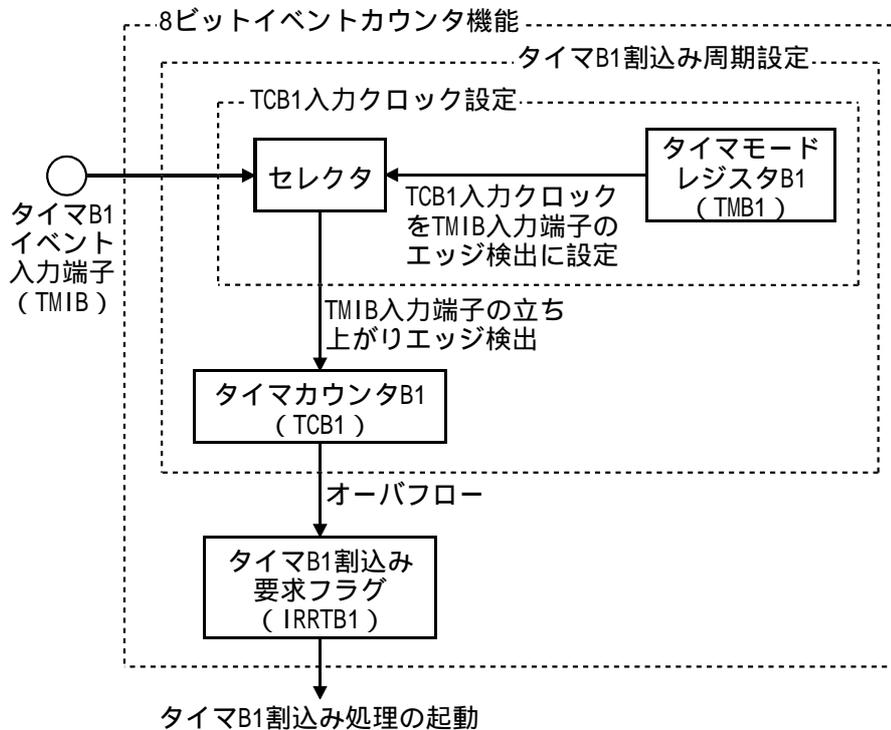

図1 タイマB1イベントカウンタ機能のブロック図
<p>(1) 本タスク例では、タイマB1イベントカウンタ機能を使用して、TMIB入力端子に入力されたパルスの周波数測定を行います。</p> <p>(a) 図1にタイマB1イベントカウンタ機能のブロック図を示します。以下にタイマB1イベントカウンタ機能のブロック図について説明します。</p> <ul style="list-style-type: none"> ・タイマモードレジスタB1 (TMB1) は、8ビットのリード/ライト可能なレジスタで、インターバル機能の選択、および入力クロックの選択を行ないます。 ・タイマカウンタB1 (TCB1) は、8ビットのリード可能なアップカウンタで、入力する内部クロック/外部イベントによりカウントアップされます。入力するクロックはシステムクロックの8192分周、2048分周、512分周、256分周、64分周、16分周、4分周および外部クロックの計8種類のクロックより選択可能です。本タスク例では、TCB1の入力クロックにTMIB入力端子のエッジ検出を選択しています。 ・タイマB1割込み要求フラグ (IRRTB1) は、TCB1がオーバーフローすることにより"1"にセットされます。IRRTB1が"1"にセットされていて、割込み許可レジスタ1 (IENR1) のタイマB1割込みイネーブル (IENTB1) が"1"で、かつコンディションコードレジスタ (CCR) のIビットが"0"にクリアされている場合にタイマB1割込みが受け付けられ、タイマB1割込み処理を開始します。 ・タイマB1イベント入力端子 (TMIB) は、周波数測定を行なうパルスを入力端子として機能します。